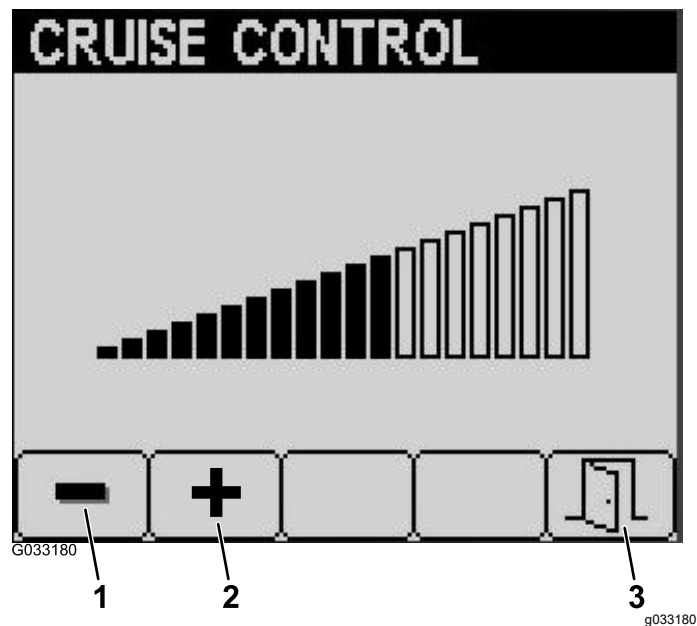

Bild 21
4. Drücken Sie die Taste 1 auf dem Bildschirm „Cruise Control“, um die Tempomatgeschwindigkeit zu verringern oder Taste 2, um die Tempomatgeschwindigkeit zu erhöhen (Bild 21).
5. Drücken Sie nach dem Einstellen der gewünschten Tempomatgeschwindigkeit die Taste 5, um zu beenden (Bild 21).